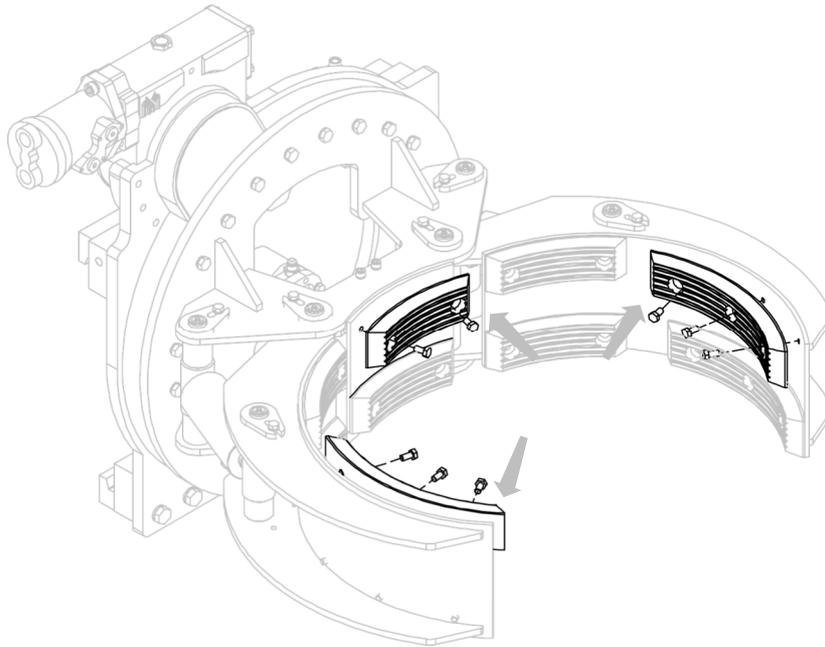
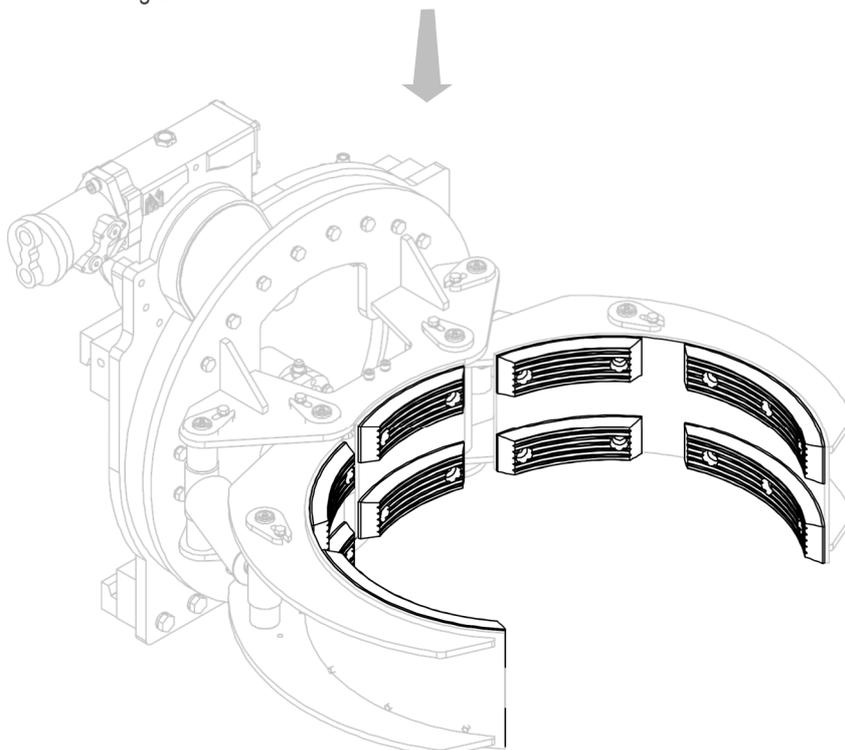

Figure 13
Figure 14
2. Installer les plaques caoutchoutées, en utilisant les vis correspondantes (voir *Figure 13* et *Figure 14*).